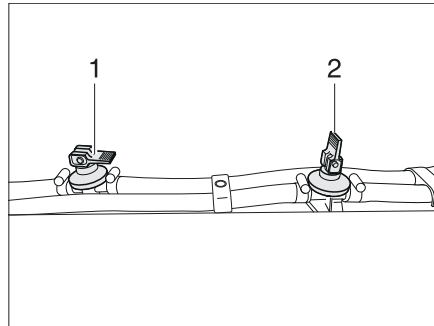

Bild 255 Ablasshahn
- Alle Ablasshähne schließen. Dazu den Kipphebel (im Bild 255,1) waagrecht stellen.